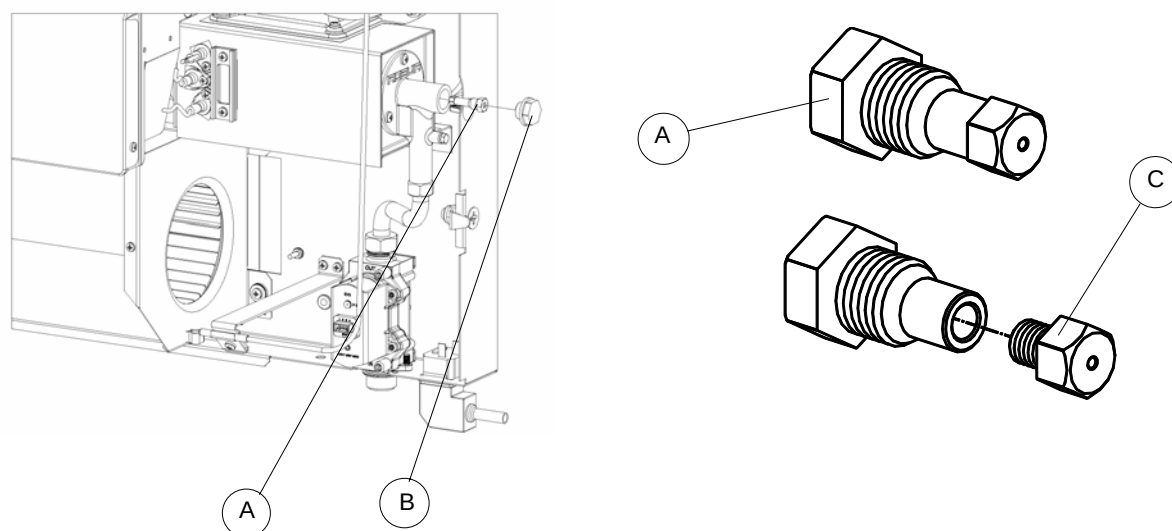

Abbildung 17 – Detail Brennergruppe und Detail Düsenstock und kalibrierte Düse
3. Mit einem 19er Gabelschlüssel die Kappe B entfernen (siehe Abbildung 17).
4. Mit einem 10er Rohrschlüssel den Düsenstock A ausbauen (siehe Abbildung 17).
5. Aus dem Düsenstock A die kalibrierte Düse C ausbauen und ersetzen (siehe Abbildung 17).